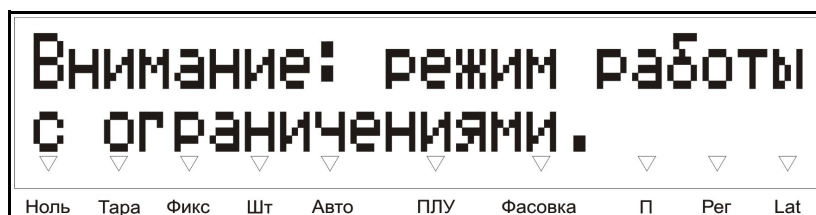

Рис. 69
- 4) отключить некоторые функции, выдать предупреждение об этом (см. рисунок 69) и перейти в рабочий